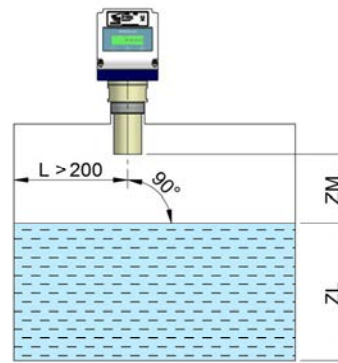

Fig. 1
La distancia mínima a la pared del recipiente debe ser de 200 mm evitando que el sensor quede centrado en el eje del depósito, especialmente en los casos con agitación o formación de conos de vaciado (Fig. 1).
La zona muerta (ZM) es aquella zona próxima al transductor, donde el aparato no es capaz de efectuar una medición (Fig. 1).